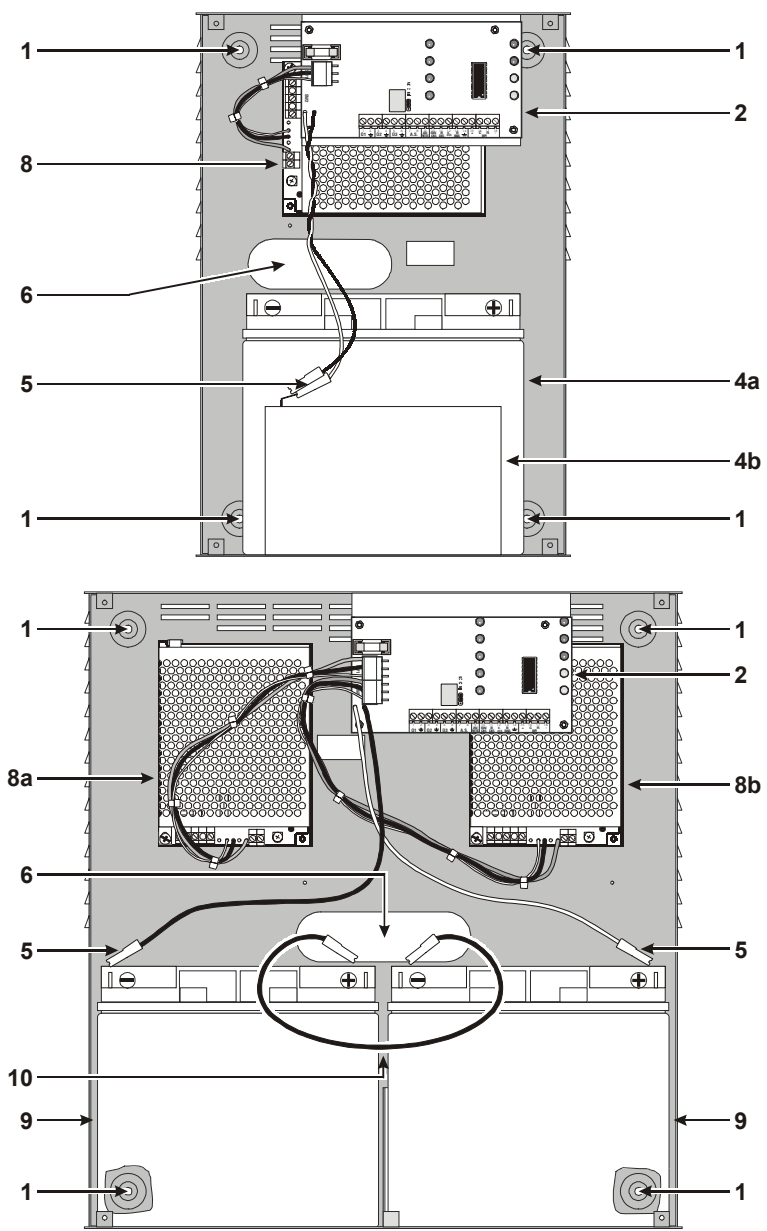

Fig. 1 - Power Supply Station parts
2. Boor de 4 gaten voor de behuizing te monteren. Controleer eerst of er geen reeds bestaande bedrading of waterleiding aanwezig is (zie fig. 1).